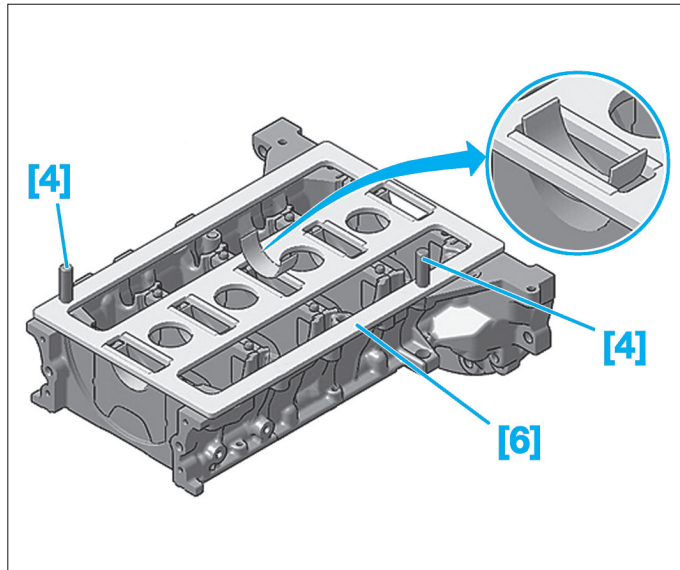

Fig. 61
- Poser les coussinets de tourillon avec le gabarit [6] (Fig.61) sur le carter des chapeaux de paliers.